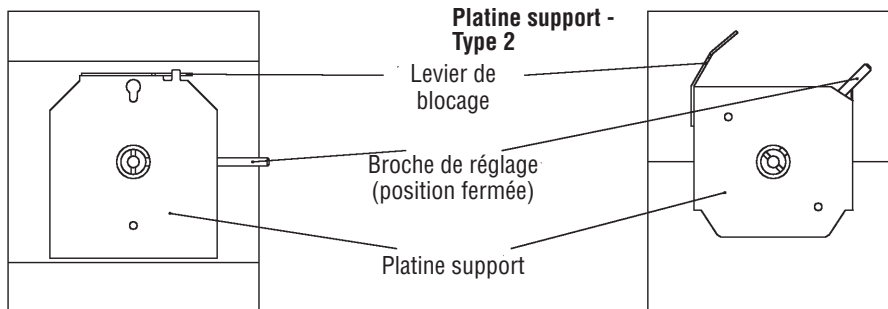

Fig. 2
2. Assurez-vous que la broche transversale de l'arbre du moteur et les deux cames fonctionnent en parallèle sur le servomécanisme. (Fig. 2)
2. Assurez-vous que la broche transversale de l'arbre du moteur et les deux cames fonctionnent en parallèle sur le servomoteur. (Fig. 2)
2. Desserrez les vis de serrage du cache. (Fig. 2)
6. Reliez le conducteur du neutre à la borne 2 (N).